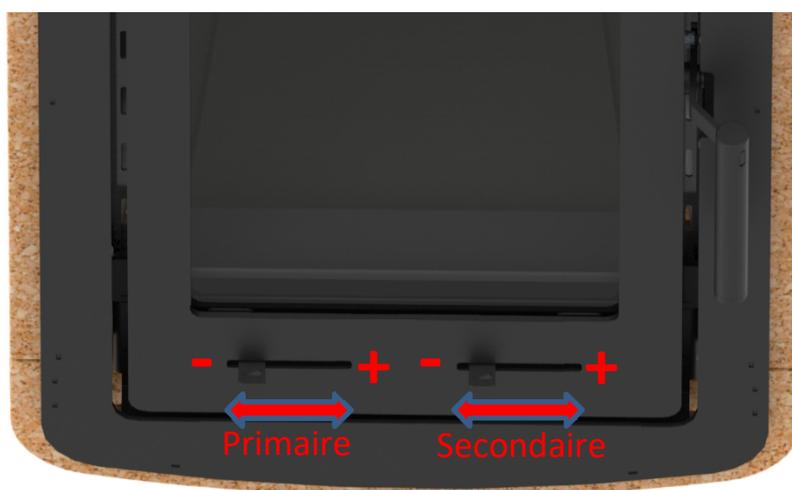

Figure 42 - Régulateurs d'air primaire (E) et secondaires (D) dans les équipements
Dans la Figure 42, les régulateurs d'air sont indiqués. Ceux-ci contrôlent la quantité d'air de combustion entrant dans le poêle, contrôlant ainsi la combustion du combustible. Dans la partie inférieure du poêle, il y a 2 régulateurs d'air, un pour l'air primaire (E) et un pour l'air secondaire (D).